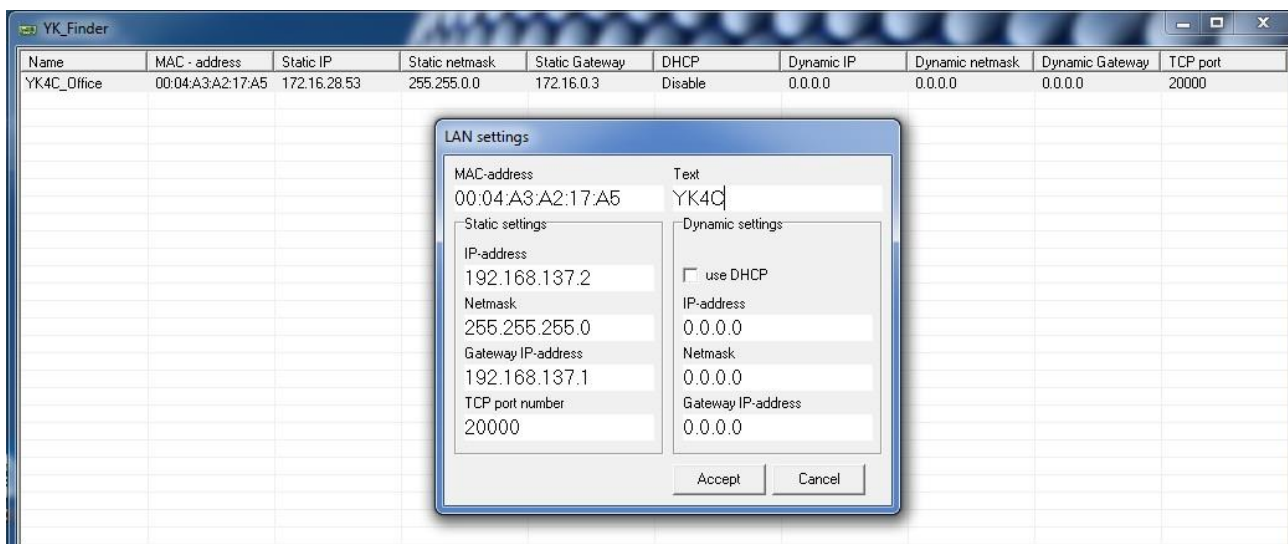

Рисунок 2.1
1.1.4.4 В появившемся окне редактирования «LAN setting» (рисунок 2.1) введите IP-адрес изделия (поле «IP-address»), присвоенный ему администратором сети в соответствии с проектными решениями, маску (поле «Netmask») и номер шлюза (поле «Gateway IP-address»).